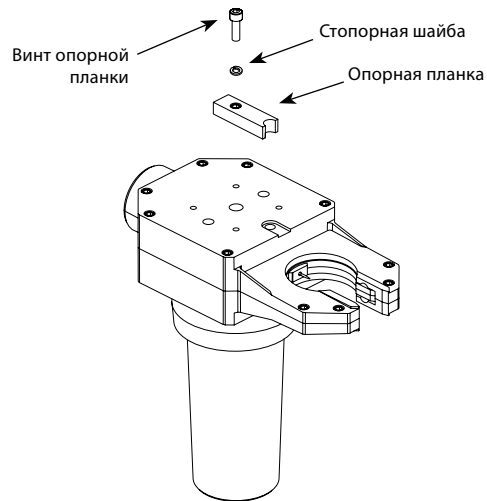

Рисунок 31. Снятие опорной планки
3. Извлеките винт опорной планки со стопорной шайбой и снимите опорную планку. Осмотрите опорную планку на наличие точечной коррозии, износа или повреждений. См. рисунок 31.